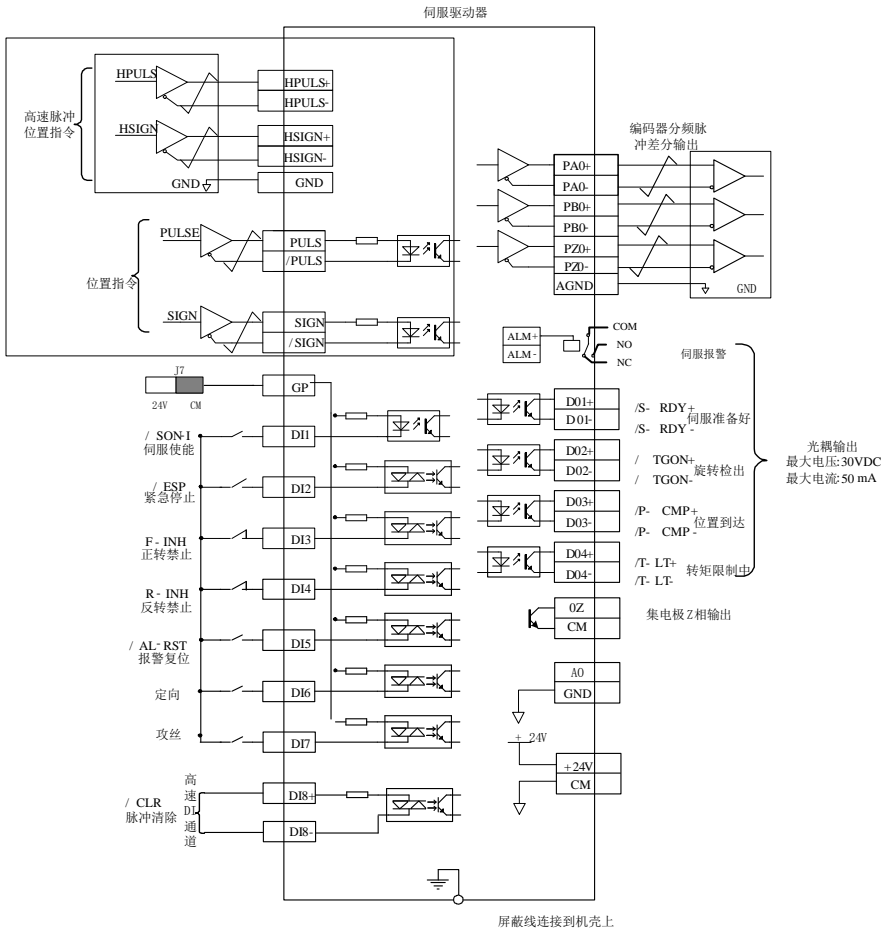
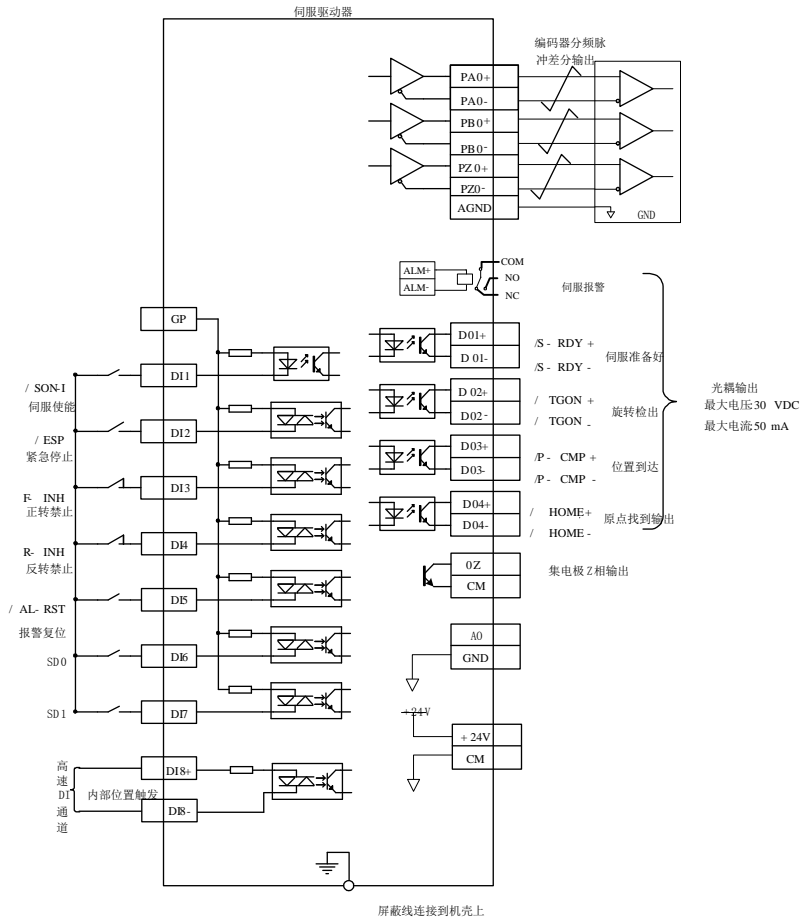

图 6.4.2 外部位置脉冲模式典型接线图
图 6.4.6 内部寄存器位置典型接线图
- ◇ 参考图 6.4.2 或图 6.4.6 的配线说明, 进行 DI/DO 信号的连线;